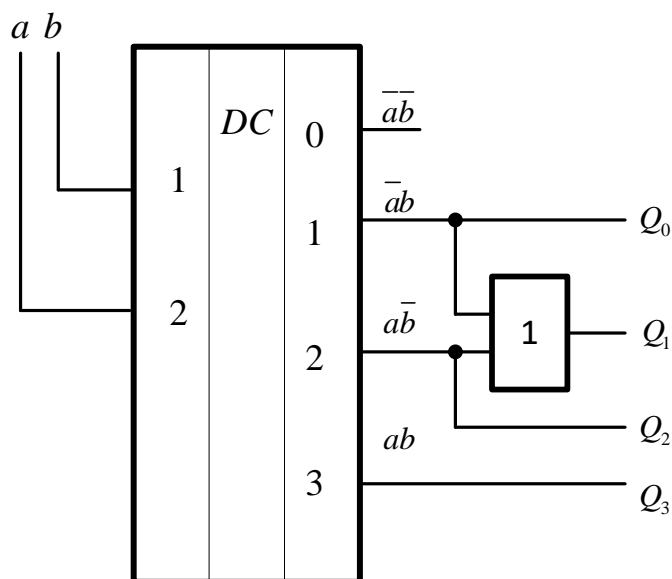

Рис. 11. Функциональная схема на основе дешифратора
Функциональная схема приведена на рис. 11. Логические произведения переменных для выражений (1) получаются на выходах дешифратора. Для получения сигнала Q_1 необходим логический элемент ИЛИ.